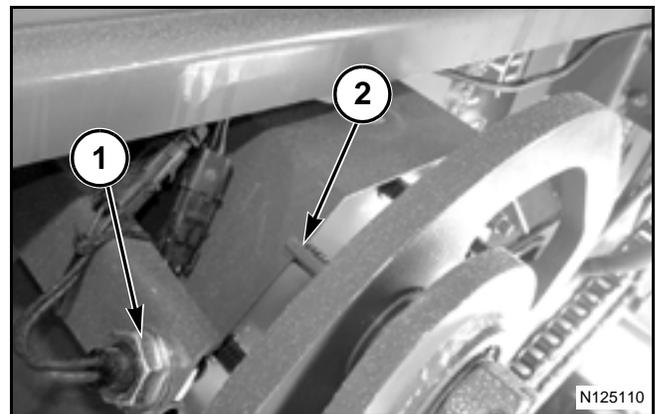

FIG. 23
FIG. 23: Un sensor (1) se monta cerca del brazo del cigüeñal del dispositivo de llenado para vigilar su ciclo. Una orejeta de acero (2) activa el sensor cada vez que la orejeta pasa por el sensor. Se requiere una operación correcta del ciclo de dispositivo de llenado para la correcta operación del circuito de densidad del fardo y del enfardador.